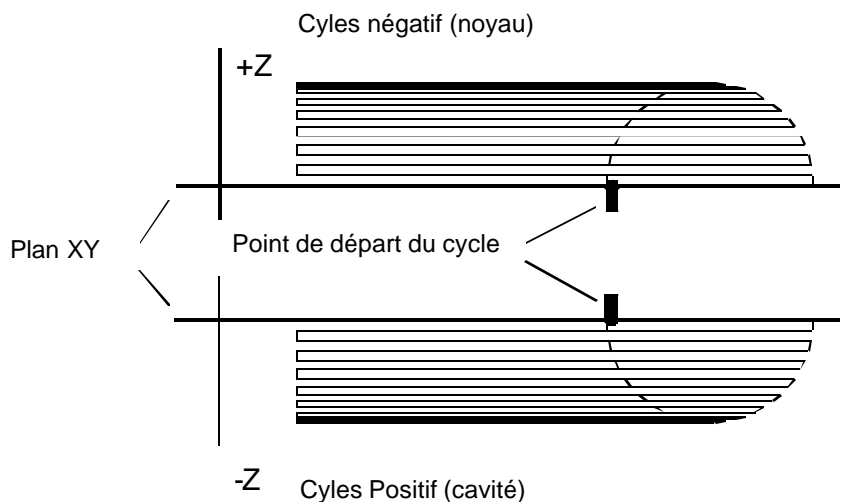

Figure 5-34, Détail de noyaux et cavité
Voir **Figure 5-34, détail de noyaux et cavités**. La valeur des cycles (C) détermine le nombre de passes utilisées pour fraiser le coude. Une valeur de cycle négative fraise un noyau tandis qu'une valeur de cycle positive fraise une cavité.